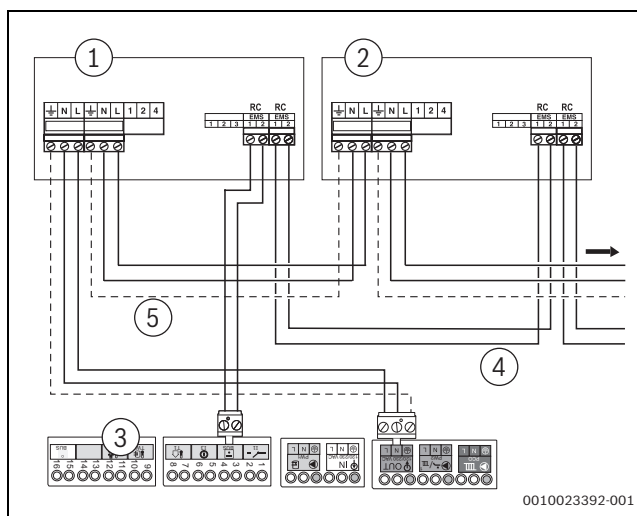

Fig. 54 Raccordement de plusieurs modules de fonction
- Utiliser le raccord bus EMS du premier module pour le second module. Pour cela, utiliser le câble joint au module (→ fig. 54, [4]).